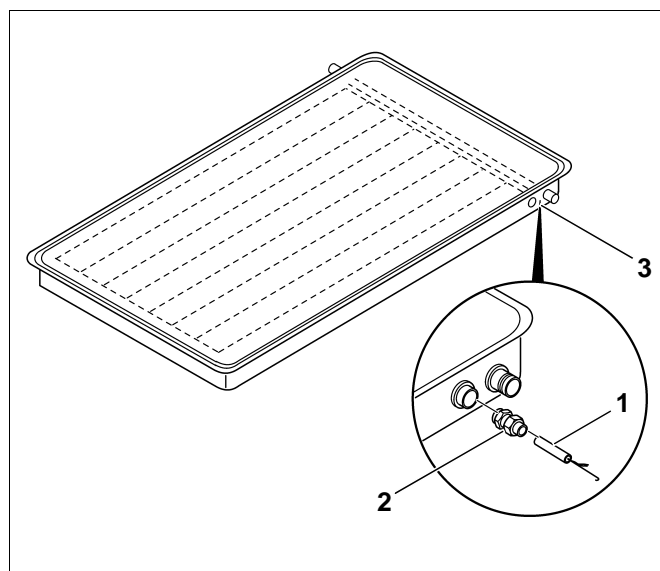
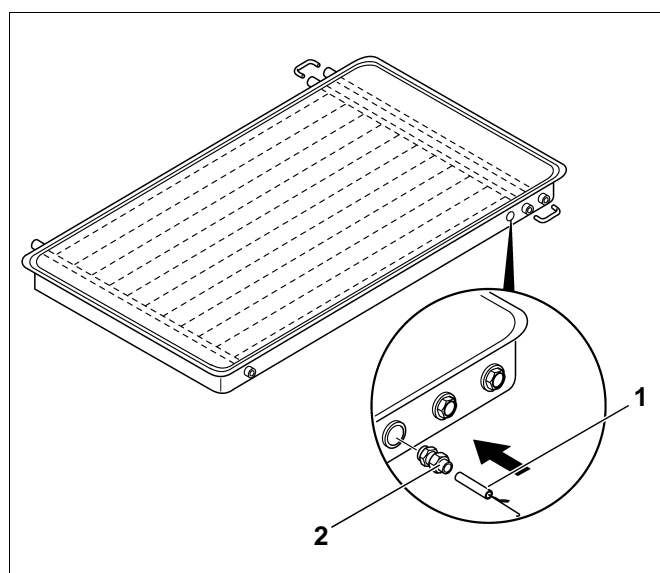

Fig. 3 Collettore Logasol SKN
Fig. 4 Collettore Logasol SKS
La sonda del collettore FSK è fornita in dotazione al modulo di regolazione dell'impianto solare. La procedura di montaggio è identica per entrambi i collettori solari Logasol SKN (Fig. 3) e Logasol SKS (Fig. 4).
- Inserire la sonda del collettore (Fig. 3 e Fig. 4, **Pos. 1**) nel pozzetto ad immersione, sopra a sinistra nell'ultimo collettore. Il pozzetto ad immersione della sonda è posizionato in alto a destra sul collettore (Fig. 3, **Pos. 3**). Per farlo, si deve sfondare la membrana protettiva di gomma. Inserire a fondo la sonda nel pozzetto.
- Fissare la sonda al fermacavo stringendo il collegamento a vite (Fig. 3 e Fig. 4, **Pos. 2**). La sonda deve risiedere nel pozzetto, fissa e senza gioco.
- Il collegamento della sonda (FSK) all'apparecchio di regolazione Logamatic 2107 (M) si effettua inserendo il morsetto della sonda nel punto d'innesto FSK (giallo) del modulo di regolazione dell'impianto solare FM 244.